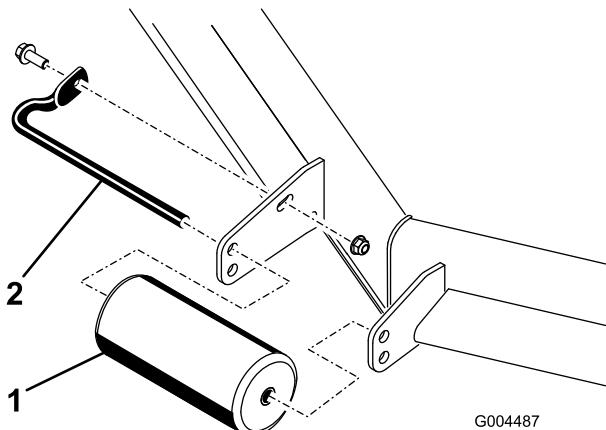
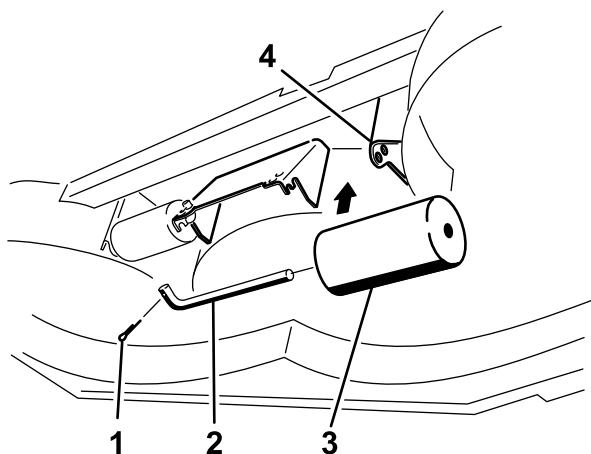

Bild 10
Bild 14
4. Nehmen Sie die Befestigungen ab, mit denen jede Rolle am Mähwerk befestigt ist, und schieben Sie die Rollen nach oben oder unten, siehe **Bild 10** bis **Bild 14** abhängig vom Mähwerk.